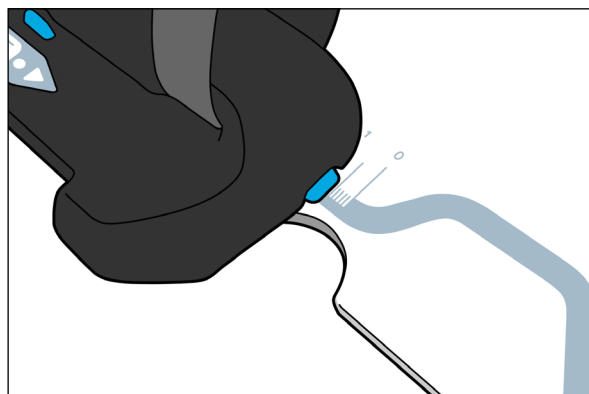

Fig. 12
9. Înregistrați pozițiile clemei și ale scalei curelei (Fig. 12 și 13).